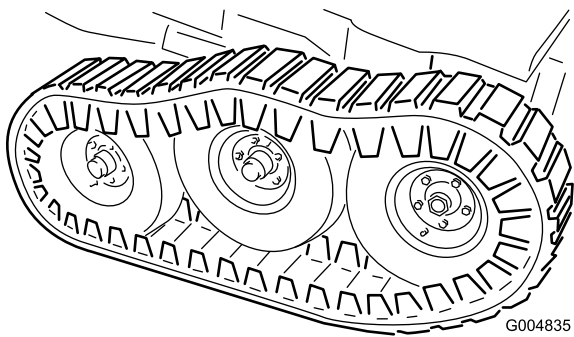

Figura 56
22. Baje el gato hasta que el bastidor quede apoyado sobre las ruedas delanteras. Instale las arandelas planas (1/2 pulgada) y las contratuercas en el espárrago del pivote del bogie (Figura 56) y apriételas a 102 N-m (75 pies-libra).